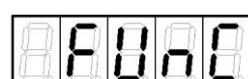

Рисунок 10
4. С помощью кнопок \leftarrow и \rightarrow пролистать подменю до появления на индикаторе обозначения "FUnC" (рисунок 10).
8. Нажать кнопку \square . При этом на индикаторе снова отобразится слово "FUnC" (рисунок 10).